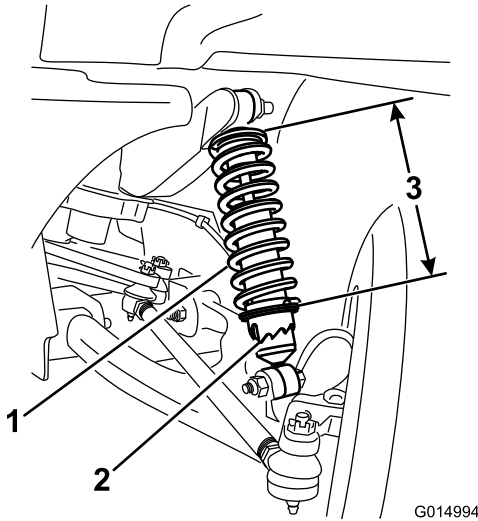

図 31
A. 特殊工具 TOR06010 を使って、ショックアブソーバのカラーを回転させてスプリングの長さを変更する（図 31）。